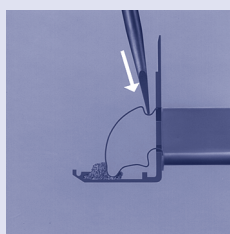

Fig. 4
- Fig. 4 Für Klemmdicke 0 - 4 mm Schraubenzieher verwenden.